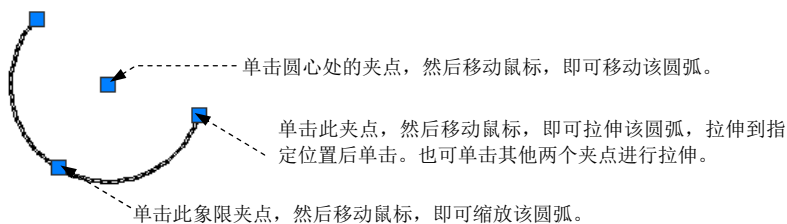

图 6.6.5 通过夹点直接编辑圆弧对象
- **圆弧对象**: 使用圆弧对象上的夹点, 可以实现对圆弧的拉伸, 如图 6.6.5 所示。